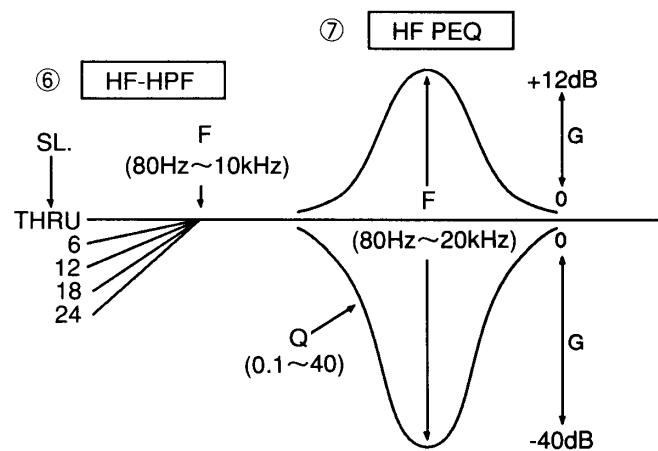

図1. 各フィルターの設定範囲
SLF - LPFローパスフィルターの設定 (P11-図1. ポイント①)
SLF - HPFハイパスフィルターの設定 (P11-図1. ポイント②)
LF - LPFローパスフィルターの設定 (P11-図1. ポイント③)
LF - HPFハイパスフィルターの設定 (P11-図1. ポイント④)
LF PEQパラメトリックイコライザーの設定 (P11-図1. ポイント⑤)
HF - HPF ハイパスフィルターの設定 (P11-図1. ポイント⑥)
HF PEQ パラメトリックイコライザーの設定 (P11-図1. ポイント⑦)